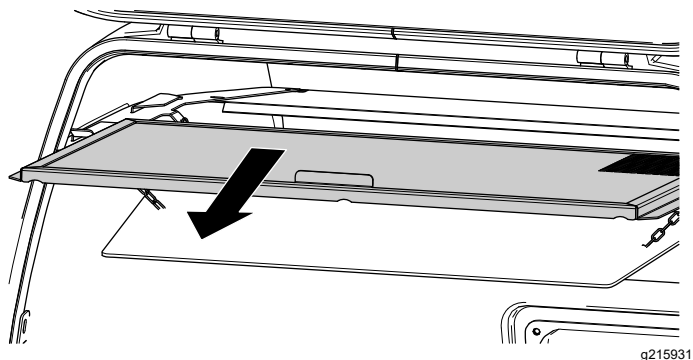

図 112
3. ホッパースクリーンを外して清掃する **図 112**。